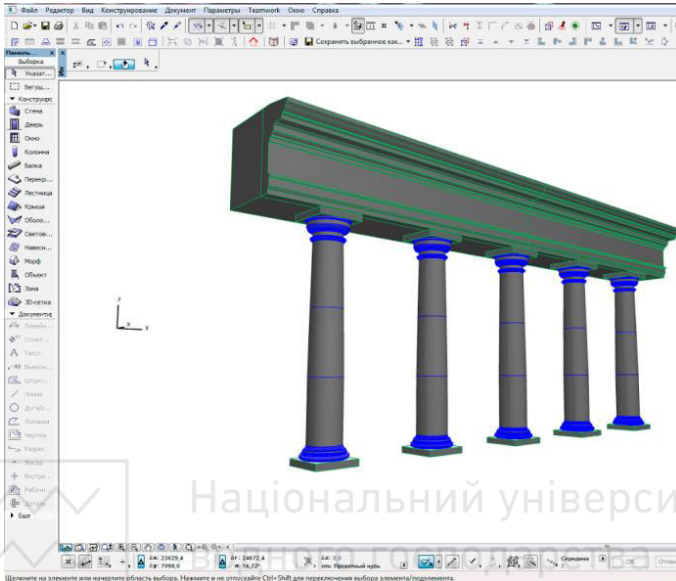

Рис. 36
19. Клонуємо наші колони і встановлюємо під карниз (рис. 36):